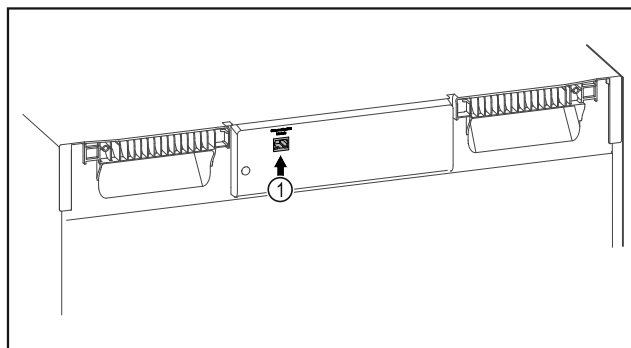

Fig. 155
- ❑ Le SmartModule Fig. 155 (1) est installé.